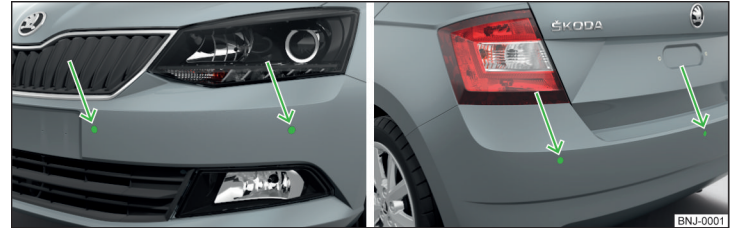

Abb. 219 Verbauort der Sensoren auf der linken Fahrzeugseite: vorn/hinten
- Die Systemsensoren » Abb. 219 auf Seite 186 sauber, schnee- sowie eisfrei halten und mit keinerlei Gegenständen abdecken, anderenfalls kann die Systemfunktion eingeschränkt sein.
Das System berechnet mithilfe von Ultraschallwellen den Abstand zwischen dem Stoßfänger und einem Hindernis. Die Ultraschallsensoren befinden sich je nach Fahrzeugausstattung im hinteren bzw. auch im vorderen Stoßfänger » Abb. 219.